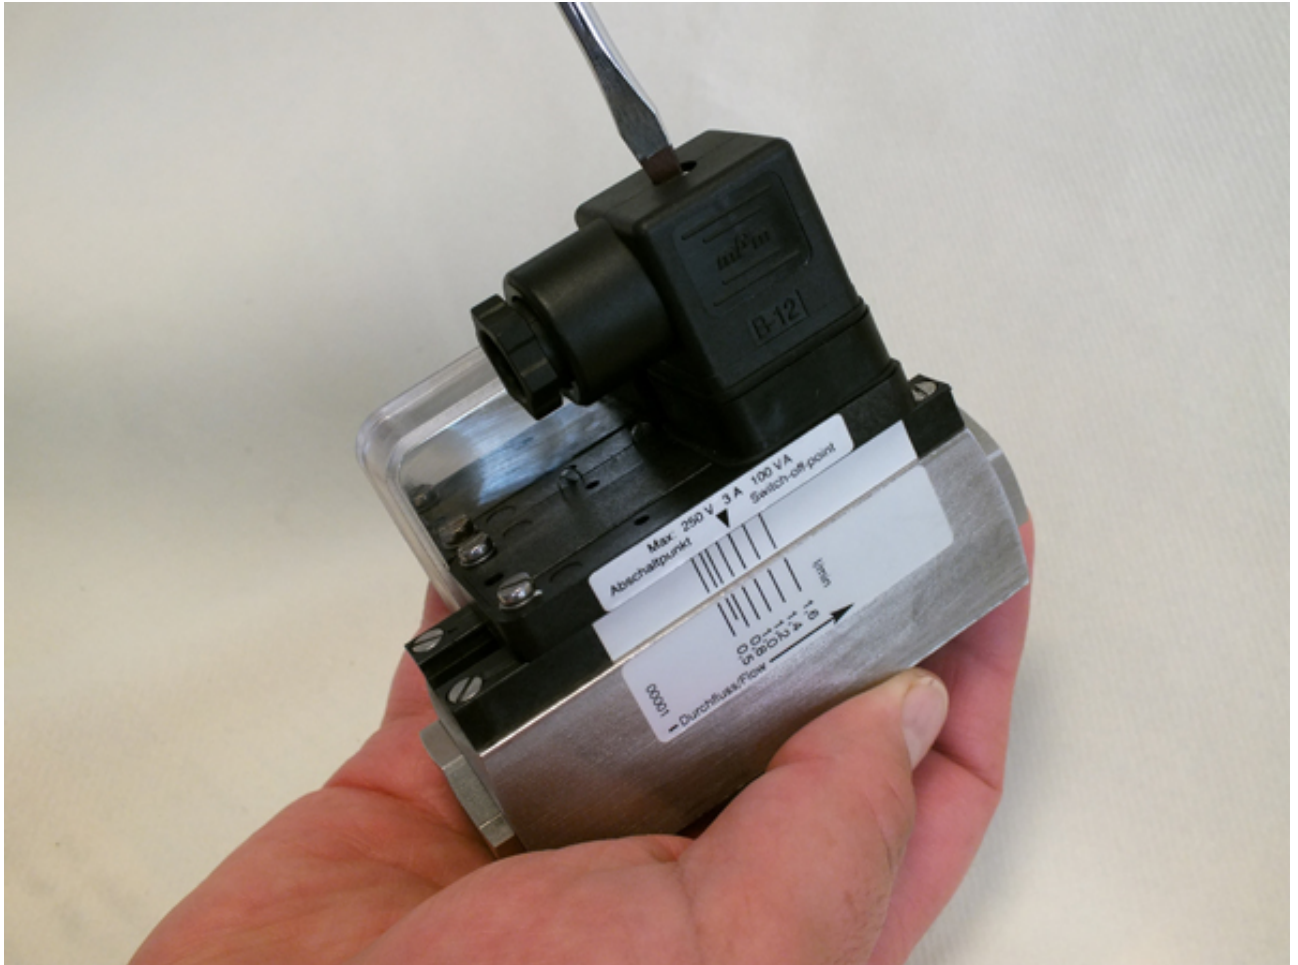

Abb. 59: Steckerdose lösen
1. ➤ Mit einem Schlitzschraubendreher die Befestigungsschraube (Abb. 59) der Steckerdose lösen